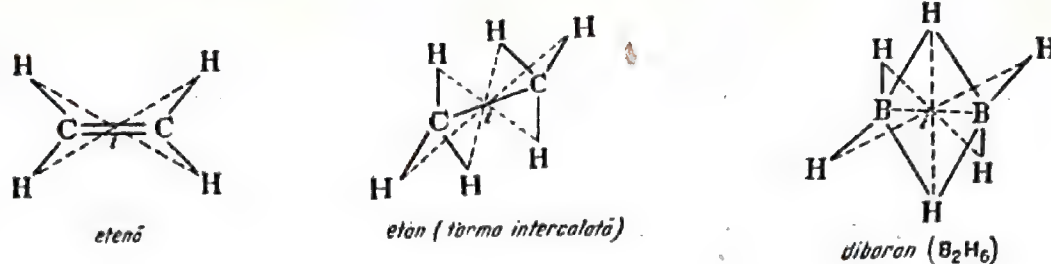
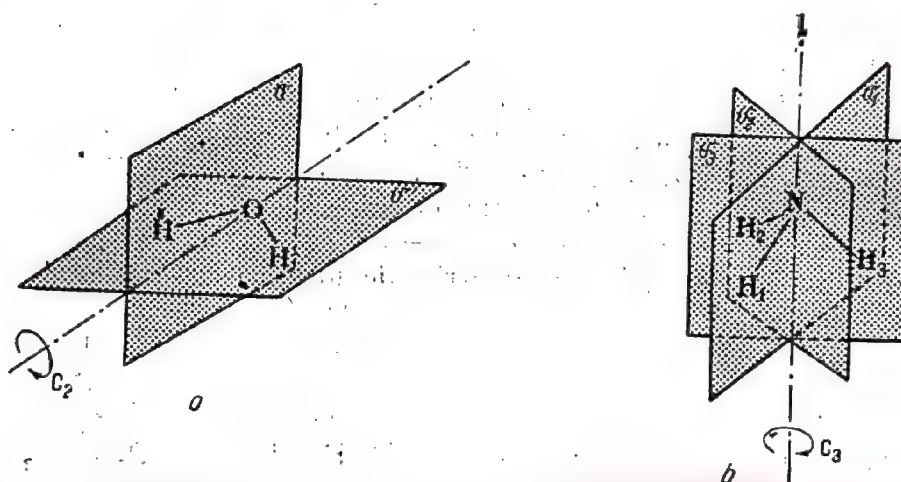
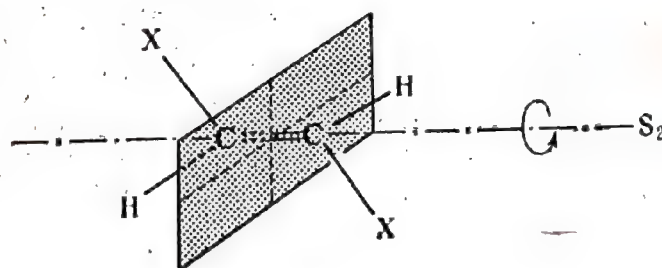

Fig. 70. Centrul de simetrie (i).
Fig. 71. Plane de simetrie (σ).
Fig. 72. Axe de rotație-reflexie (S_n).
- sisteme chimice simetrice ; prezintă elemente de simetrie : axe de rotație (notate cu C_n) (fig. 69), centru de simetrie (notat prin i) (fig. 70), plane de simetrie (σ) (fig. 71), axe de rotație-reflexie (S_n) (fig. 72).